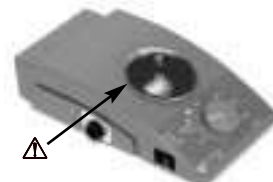

Fig. 1: riskområde
- Rörliga delar får inte vidröras (risk för kläm- och stötskador och skärsår, se bild 1: riskområde).